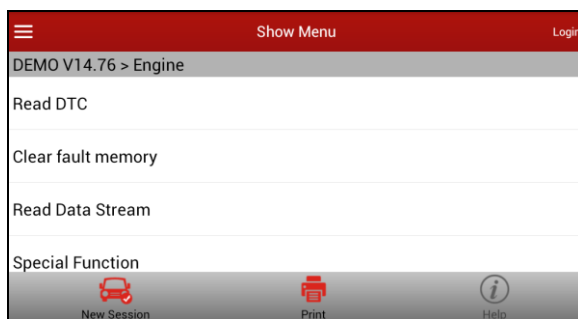

Рис. 4-15
- 3). Нажмите «Engine», система переходит в меню функций. См. рис. 4-15.